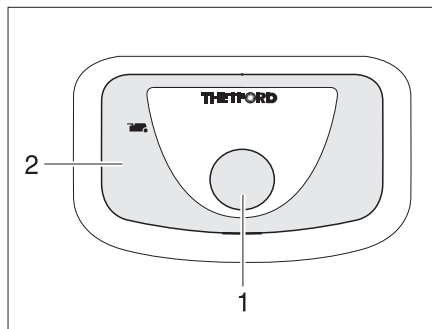

Fig. 244 Botón del inodoro/luz de control del inodoro Thetford
- Para lavar, pulsar el botón del inodoro azul (Fig. 244,1).
La luz de control (Fig. 244,2) se enciende cuando es necesario vaciar el cassette Thetford.
- Desplazar la palanca de corredera (Fig. 244,1) en sentido de las agujas del reloj. Se cierra la corredera. Para el vaciado **debe** estar cerrada la corredera en el inodoro Thetford.